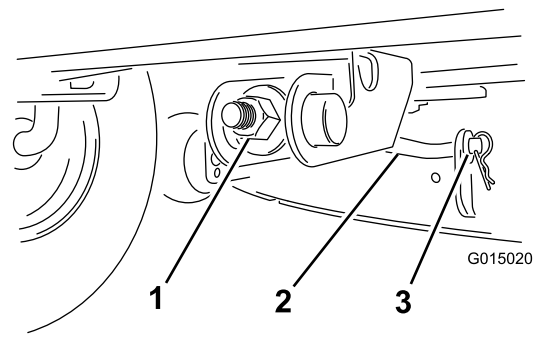

Figura 33
6. Rimuovete la coppiglia e la rondella dall'asta di supporto frontale (Figura 33), quindi abbassate con cautela il piatto di taglio al suolo.
- Montate l'asta di sostegno anteriore sul piatto di taglio con la rondella e la coppiglia (Figura 33).